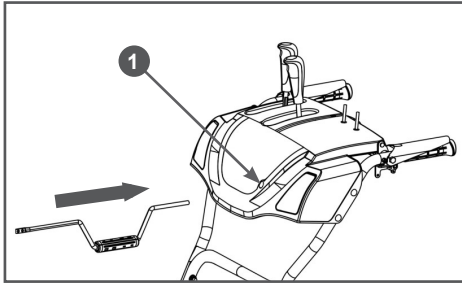
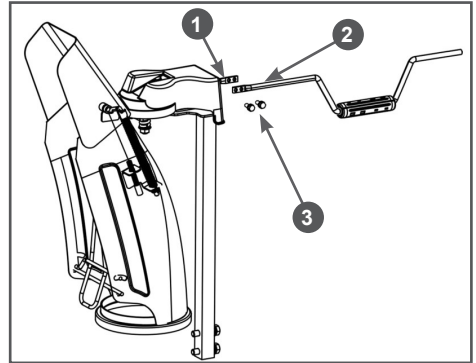

Рис. 12 Установка вала управления поворотом желоба
Рис. 13 Установка вала управления поворотом желоба
12. Установите вал управления поворотом желоба. Вставьте круглый конец вала 3 управления поворотом желоба в отверстие 1 на панели (Рис. 12). Второй конец вала соедините с валом 1 механизма поворота желоба с помощью двух болтов 3 (Рис. 13).